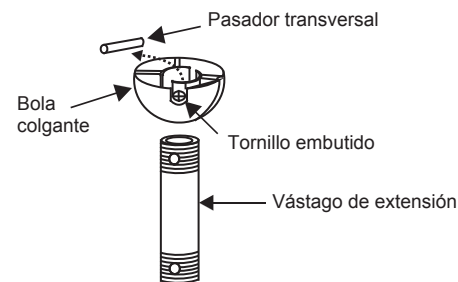

Fig. 7
Paso 5. Retire la bola colgante del ensamblaje del vástago de extensión aflojando el tornillo embutido, desatornillándolo y retirando el pasador transversal y deslizando la bola hasta sacarla del vástago. (**Fig. 7**)